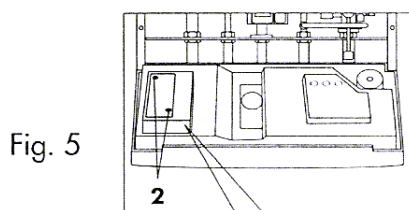

Fig. 5
Para acceder a los componentes eléctricos, desatornillen los tornillos (3) del panel de cierre B (fig.5). Además, para efectuar las regulaciones de los potenciómetros de ajuste, quiten con un destornillador los correspondientes tapones (4) de protección.